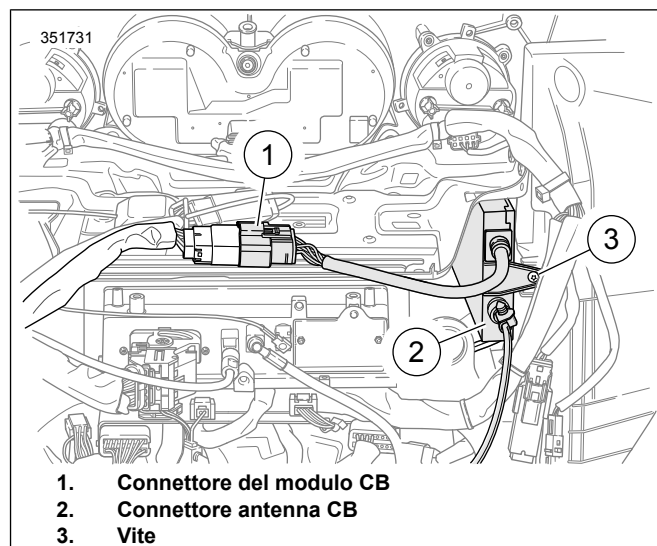

Figura 3. Connettori del cablaggio della carenatura interna
5. Vedere Figura 3 Collegare la parte femmina del connettore a 12 vie al CB [[184] (1).